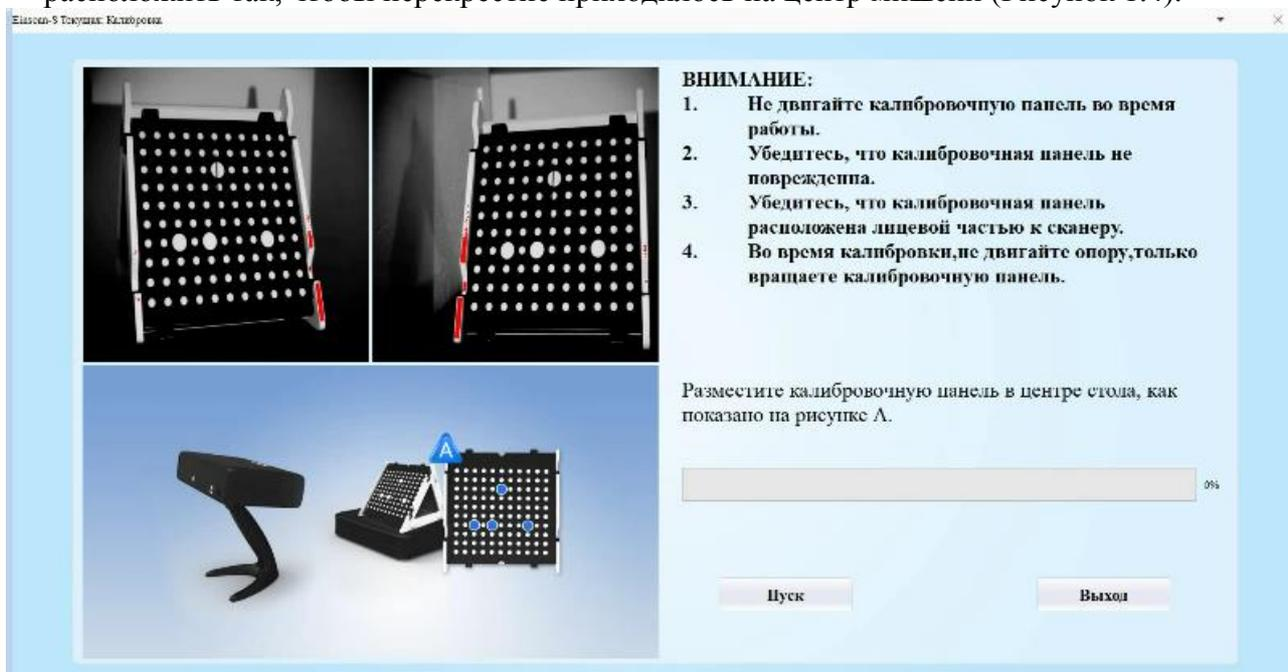
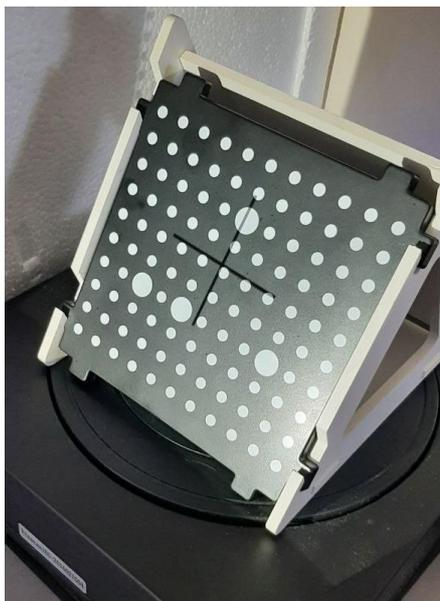

Рисунок 1.3
Рисунок 1.4
2. Провести калибровку сканера с помощью мишени на поворотном столе, выполняя инструкции программного обеспечения на экране монитора (Рисунок 1.3). Мишень расположить так, чтобы перекрестие приходилось на центр мишени (Рисунок 1.4).